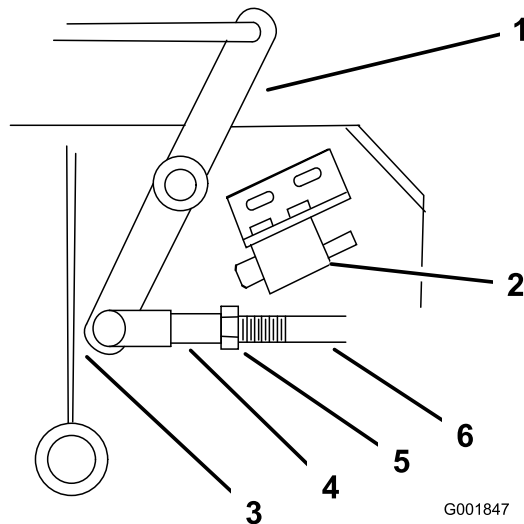

Figure 49
4. Ajustez la longueur de la tringlerie de sorte que l'extrémité la plus basse du levier coudé passe juste le renfort de support de l'essieu (Figure 49).
9. Desserrez l'écrou contre la chape (Figure 49).